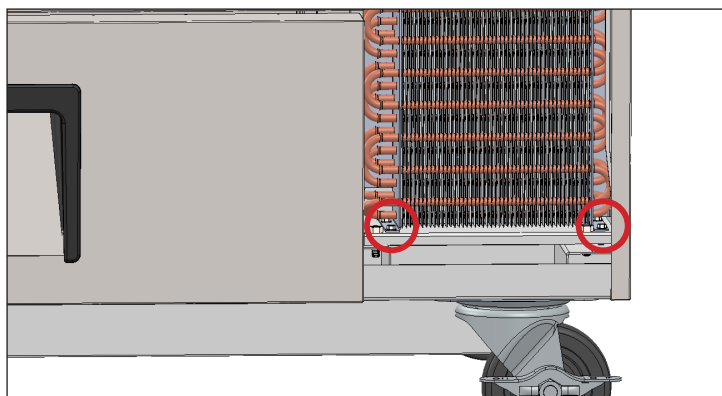

Fig. 4. Emplacements des boulons du socle du condenseur.
5. Retirez les boulons du socle du condenseur. Voir fig. 4.